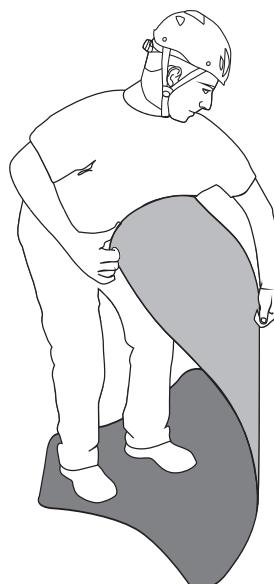

Fig.7
- Retirer la toile de sauvetage “**HALF ROLLY**” de son sac de transport (O) et ôter la sangle munie de cliquet (N),
- étaler le plan d'appui (A) et l'aplatir en enroulant dans l'autre sens les extrémités et en pliant la partie centrale (fig. 7).